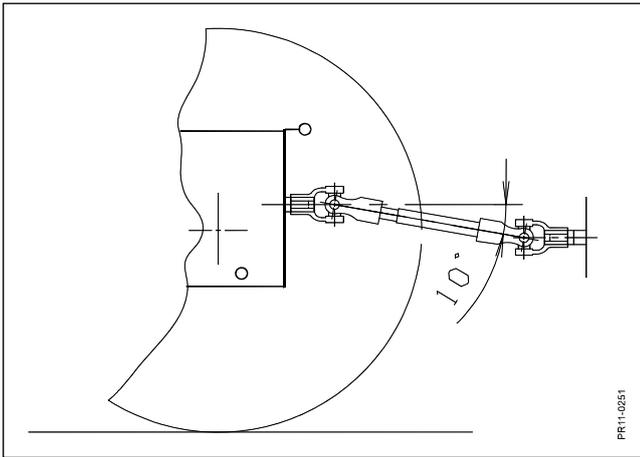

Fig. 2-1
- Fig. 2-1 b) L'angle de travail de la prise de force doit être compris entre -10° et $+25^{\circ}$ par rapport à l'horizontale, dans la position de travail et la position relevée pour le transport.